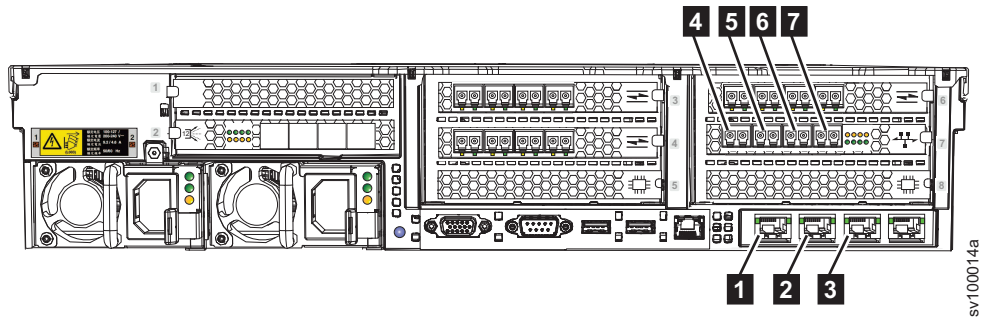

Рисунок 31. Порты Ethernet в задней части SAN Volume Controller 2145-SV1
1. Подключите кабели Ethernet к портам Ethernet в задней части SAN Volume Controller 2145-SV1. Стандартные порты: 1-3. При наличии оптических адаптеров Ethernet на 10 Гбит или 25 Гбит, которые планируется подключить к коммутатору Ethernet для установления соединений iSCSI, могут быть доступны 11 портов Ethernet. Одна из возможных конфигураций узла показана на рис. 31 на стр. 28.